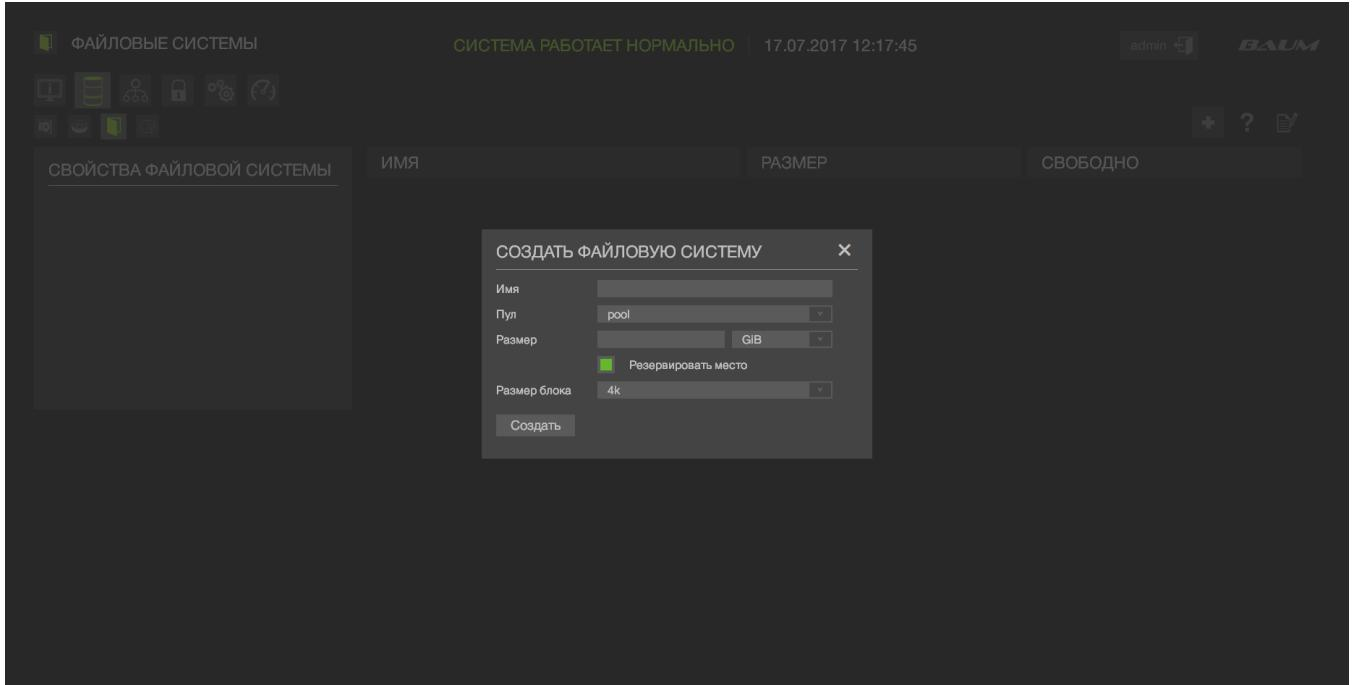

Рисунок 33 – Создание файловой системы
- 1) Перейти во вкладку «Дисковое пространство» → «Файловые системы» (см. Рисунок 33).